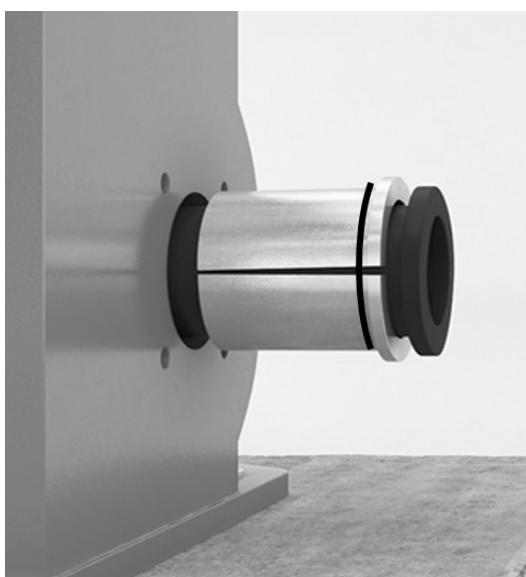
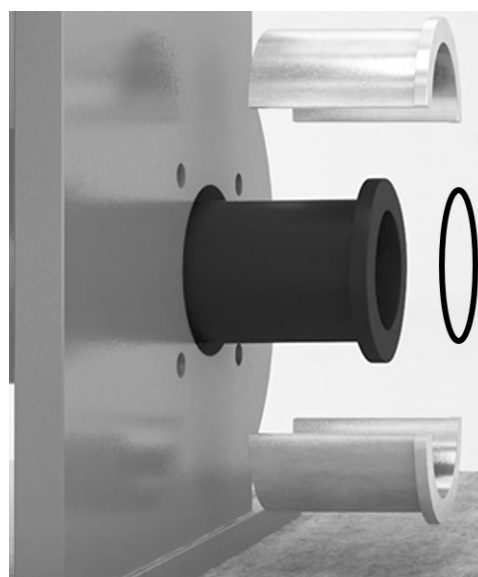

Figura 17.
Figura 18.
4. Tire de ambos extremos de la manguera ligeramente para sacarla de la carcasa de la bomba y retire los anillos de estanqueidad y las mitades del casquillo partido (consulte la *Figura 17.* y la *Figura 18.*).